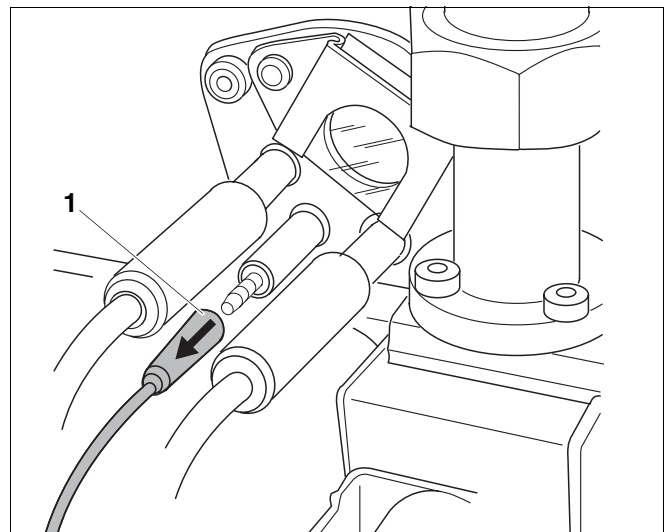

Fig. 34 Test du contrôle de flamme ; débranchement du câble d'ionisation du connecteur de l'électrode d'ionisation
- Débranchez le câble d'ionisation du connecteur de l'électrode d'ionisation lorsque le brûleur est en marche (fig. 34, **pos. 1**). Le brûleur doit se mettre en position de panne !